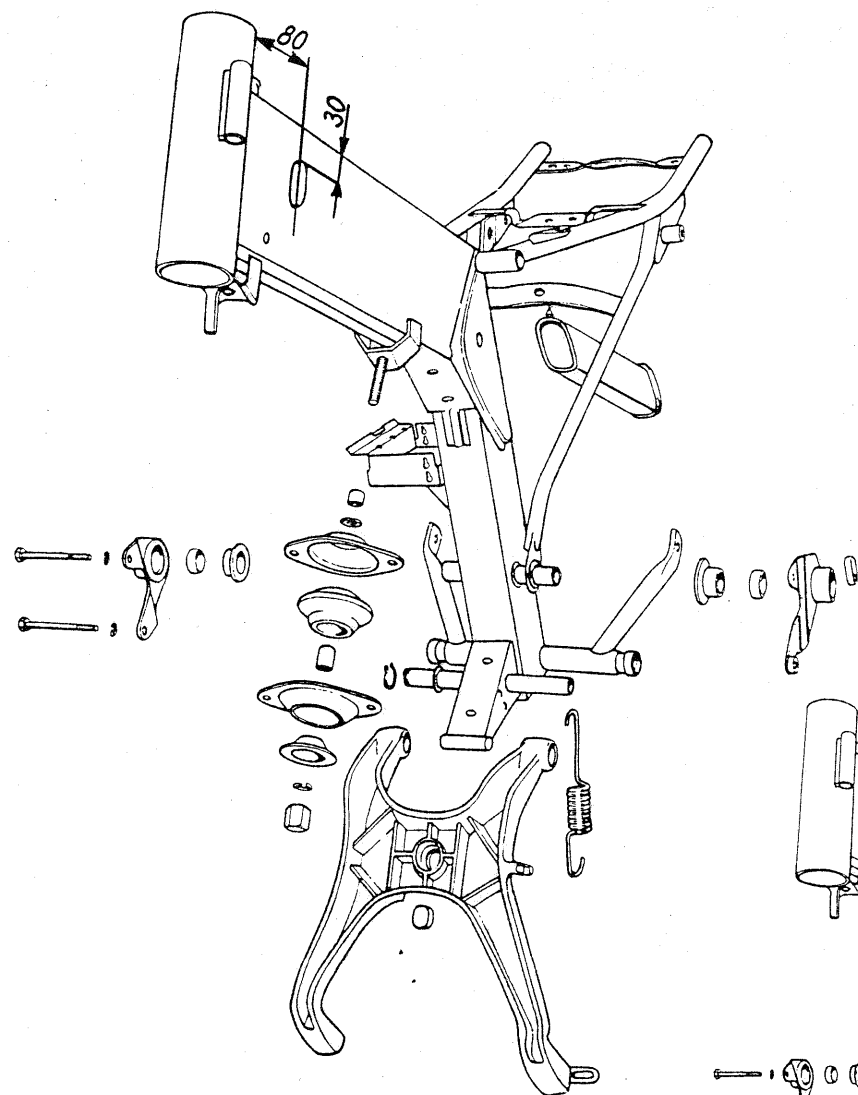

Fig. 10. Représentation en éclaté des châssis
La construction générale déjà visible des figures 1 et 2 est expliquée à la représentation en éclaté du châssis (fig. 10).
- Le longeron de cadre du type ETZ 251 est muni d'une encoche de 3 × 20 mm empreinte des deux côtés (cf. fig. 10).